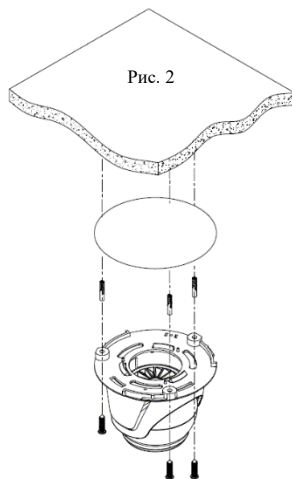

Рис. 2
2. Удерживая модуль камеры, при помощи шурупов закрепите основание в заранее подготовленные отверстия и установите фиксирующие элементы, не затягивая их (рис.2).